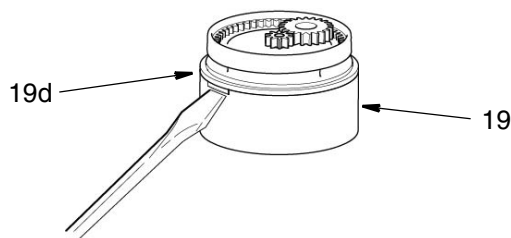

Рис. 13
6. Вставьте жало отвертки в прорезь на узле плунжера (19) и подденьте крышку плунжера (19d). См. Рис. 13. Снимите все детали.